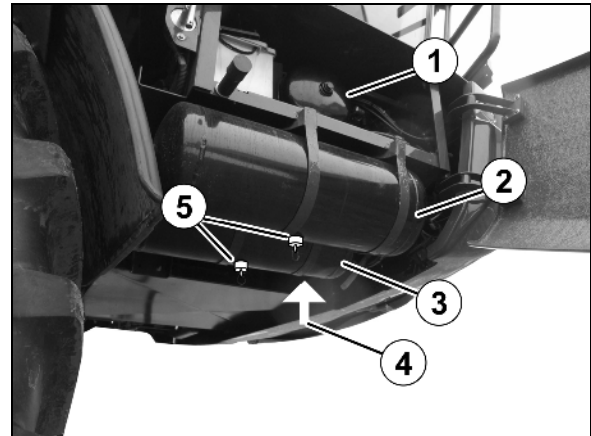

Bild 154
Det finns totalt fyra luftbehållare under hytten bakom höger servicelucka (Bild 154/1-4)
1. Dra i avvattningsventilen (Bild 154/5) åt sidan med hjälp av ringen tills inget vatten mer strömmar ut ur luftbehållaren.